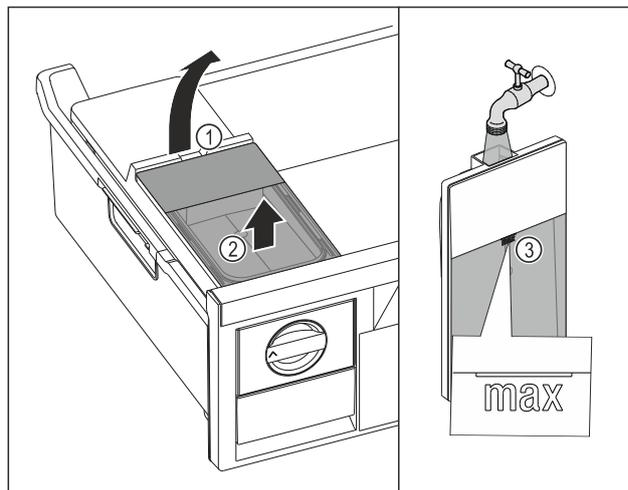

Fig. 124
- ▶ 从凹槽 Fig. 124 (1) 抬起水箱。
- ▶ 向上取出水箱。Fig. 124 (2)
- ▶ 向水箱注入饮用水，直至标记 Fig. 124 (3)。